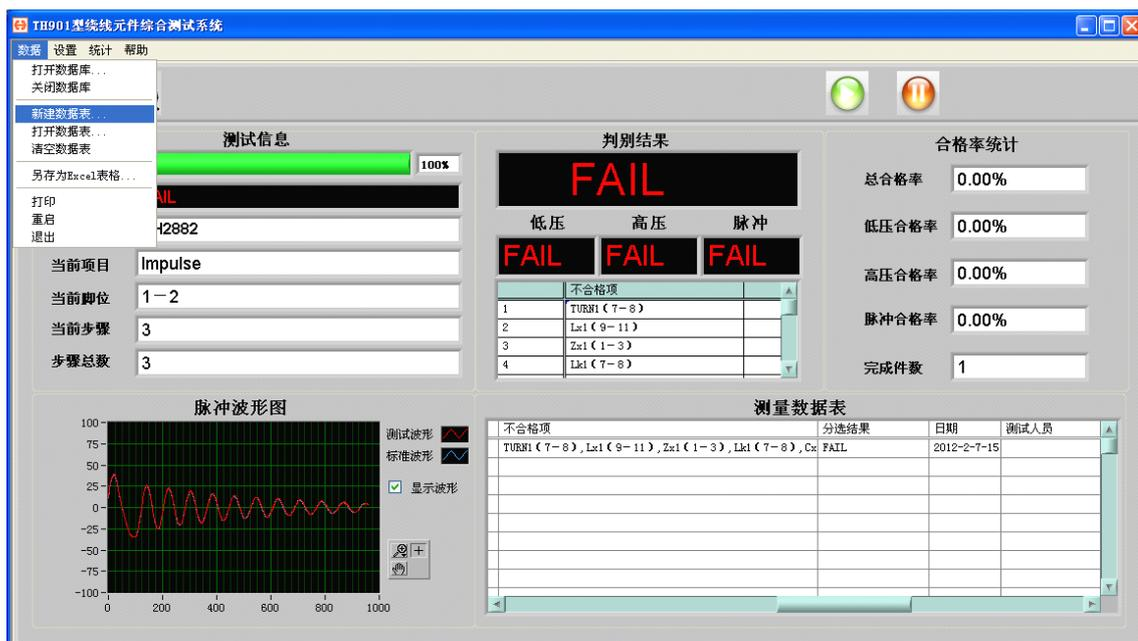

图14 新建数据表
- (1) 点击数据表菜单中的“新建数据表”，如图 14 所示：